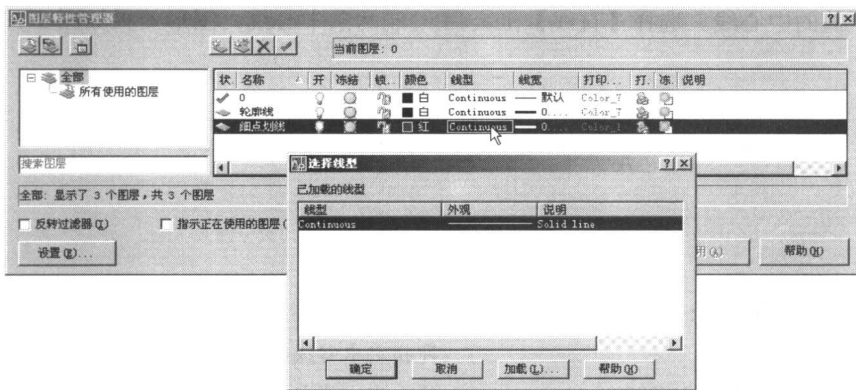
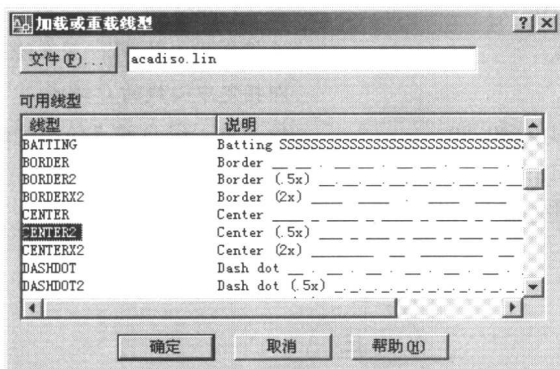

图 2-6
图 2-7
⑨ 设置“细点划线”图层的线型。单击【线型】栏中的【Continuous】选项，弹出【选择线型】对话框，如图 2-6 所示。单击【加载】按钮，弹出【加载或重载线型】对话框，如图 2-7 所示，从中选择【CENTER2】选项，单击【确定】按钮，即可返回【选择线型】对话框。此时线型“CENTER2”出现在【选择线型】对话框中，选择【CENTER2】选项，并单击【选择线型】对话框中的【确定】按钮。